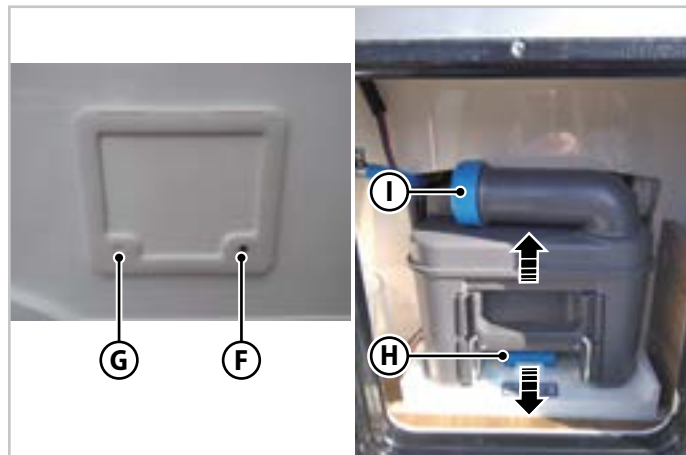

Fig.6.38 - Tømming av WC-kassetten
2. Åpne låsen med nøkkelen (**F** - Fig.6.38), og ta deretter ut nøkkelen.
3. Trykk på knappene **G** og **F** (Fig.6.38) og åpne døren.
4. Trykk lett oppover på håndtaket (**H** - Fig.6.38) og trekk ut tanken.
5. Fjern lokket (**I** - Fig.6.38) og trykk på utluftingsknappen for å tømme tanken.